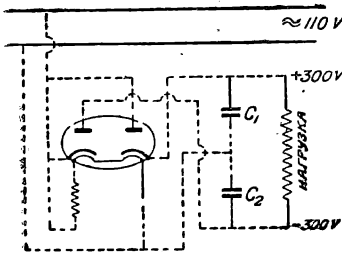

Рис. 1
**Задача № 17.** Используя принцип схемы Латура, получим требуемую схему соединений (рис. 1). Напряжение сети будет последовательно заряжать конденсаторы  $C_1$  и  $C_2$  через один или другой выпрямительный элемент кевотрона. При достаточной емкости этих конденсаторов на концах нагрузки будет поддерживаться напряжение более 300 вольт при напряжении сети в 110 вольт.